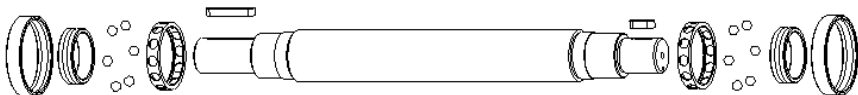

图 3.9.29 移动轴上各零部件
(9) 参照上面的操作, 无需更改运动参照, 将轴上各零部件移动到图 3.9.29 所示的位置; 移动轴承时, 先在设计树中展开  **SHAFT BEARING.ASM**, 然后选取  **BEARING_ASM_OK.ASM** (第一个  **BEARING_ASM_OK.ASM** 为右侧轴承, 第二个为左侧轴承), 将所选轴承移动到合适的位置。